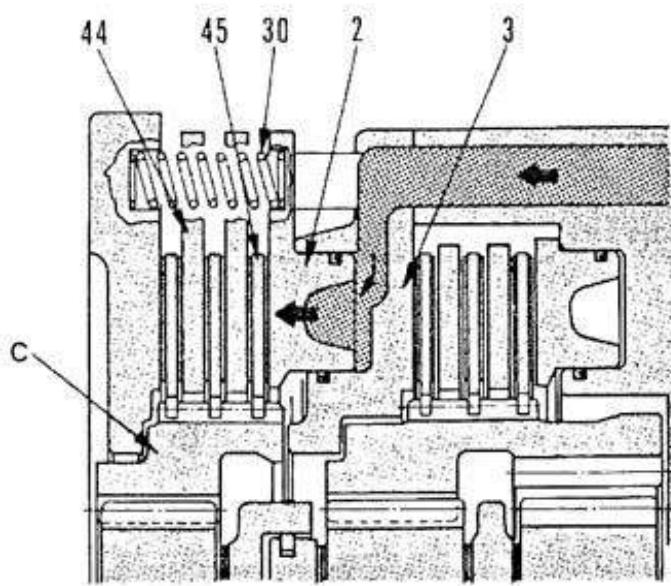

Рис. 5-17
(1) Включение муфты (действует давление масла) (Рис. 5-17)